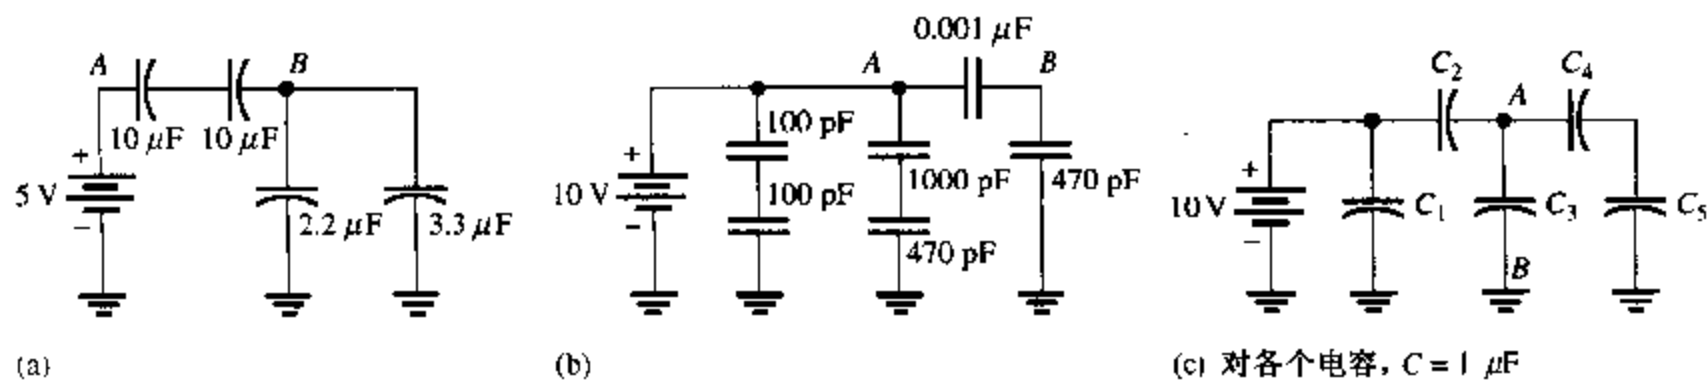

图 13.67
25. 计算图 13.67 中各个电路的总电容。
26. 图 13.67 中各个电路 A 点和 B 两点之间的电压是多少?
41. 图 13.67 中, 用幅值为 10 V , 频率为 2 Hz 的正弦交流电替换每个直流电压源, 计算总容抗。